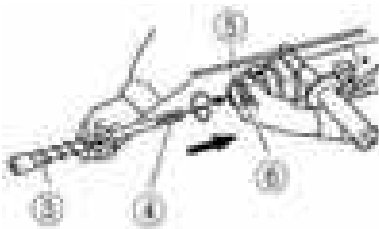

Рис. 3
2. Чтобы присоединить инструмент (самозавинчивающийся стержень), вставьте его в отверстие, пока он не коснется дна отверстия, как показано на рис. 3.